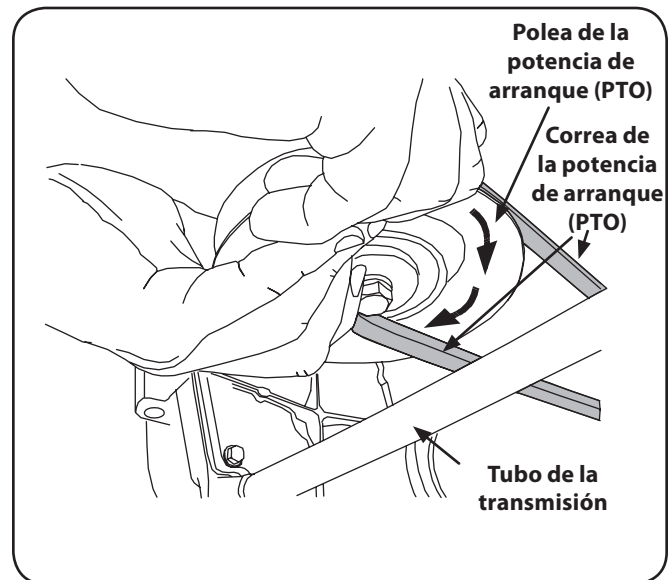

Figura 7-5
5. Mientras sostiene la correa y la polea juntas, rote la polea hacia la izquierda (Vea la Figura 7-5). Siga sosteniendo y rotando la polea y la correa hasta que la correa se enrolle totalmente en la polea de la potencia de arranque (PTO).